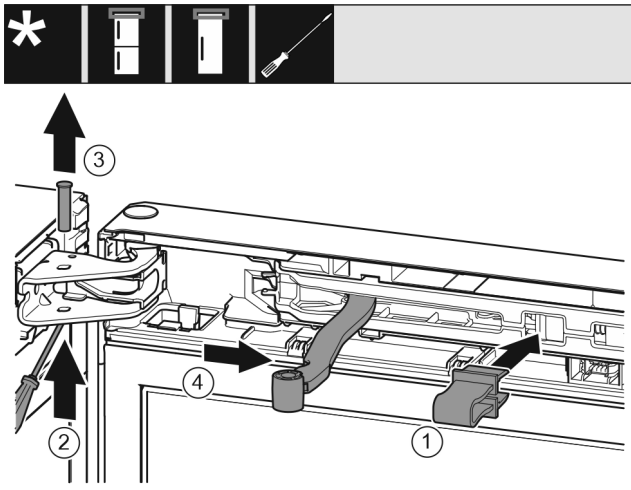

Fig. 9
- ▶ Zaklapnite poistku Fig. 9 (1) v otvore.
- ▶ Vysuňte čap Fig. 9 (2).
- ▶ Vyberte čap Fig. 9 (3) nahor.
- ▶ Otočte kĺb Fig. 9 (4) v smere dverí.